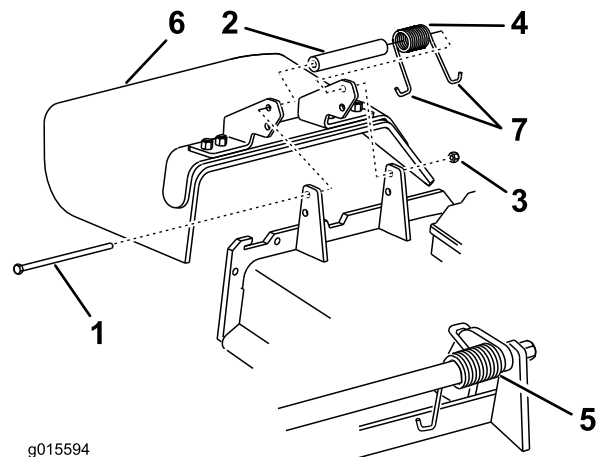

Figura 105
1. Retire a porca de bloqueio, o parafuso, a mola e a cunha que fixam o defletor aos apoios de articulação (Figura 105). Se o defletor de relva estiver danificado ou gasto, retire-o.
Nota: Certifique-se de que está montada uma extremidade em J por trás da extremidade da plataforma antes de colocar o parafuso como apresentado na Figura 105.
3. Coloque o parafuso e a porca. Coloque uma extremidade em gancho J da mola em torno do defletor de relva (Figura 105).